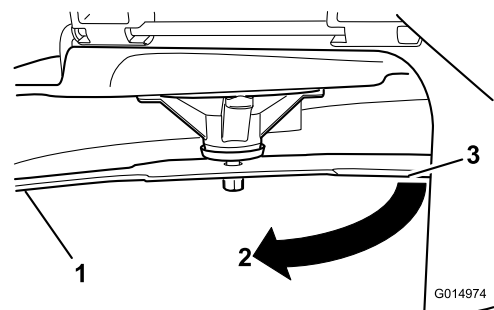

Figura 47
4. Gire la misma cuchilla 180 grados de manera que el otro extremo esté en la misma posición (**Figura 47**).